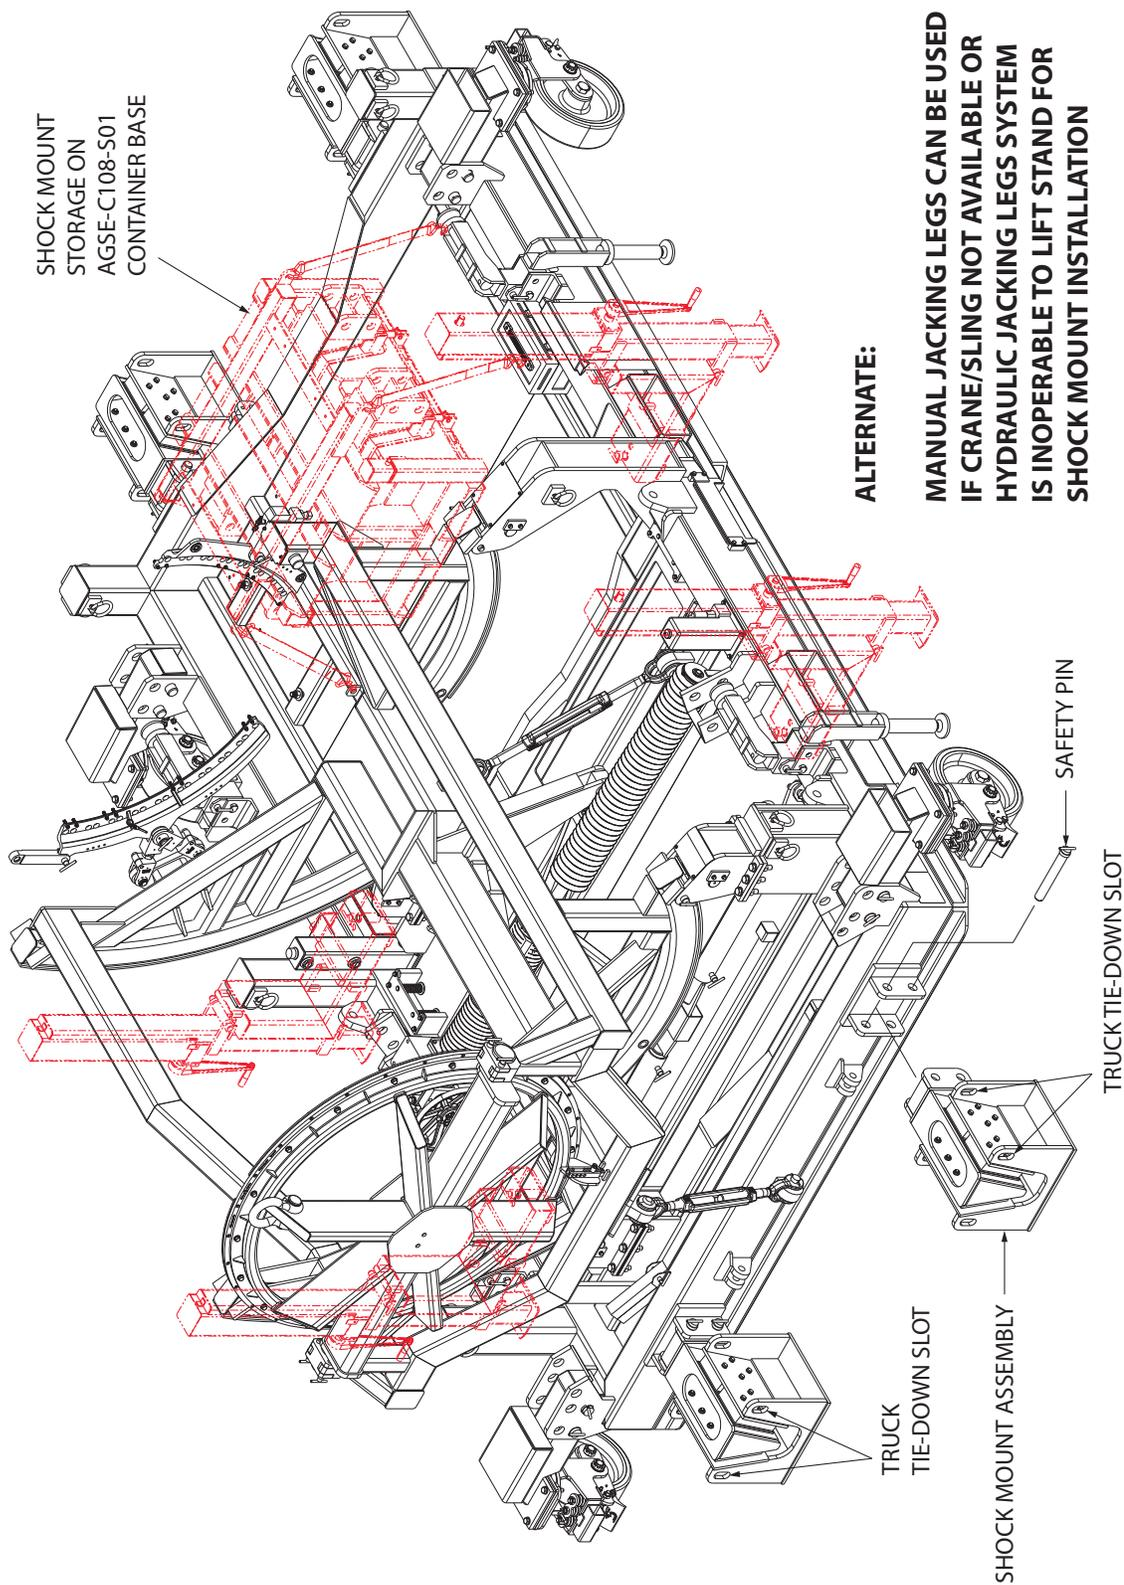

Abbildung 5.8-1 Shock Mounts Installation Using Hydraulic Jack Legs
5.8 Dämpferhalterungen Nützung und Installation (Abbildung 5.8-1)